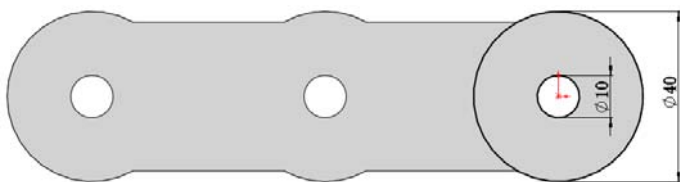

图 13-76 绘制草图 2
(4) 绘制草图 2。在左侧的“FeatureManager 设计树”中用鼠标选择“前视基准面”作为绘制图形的基准面。单击“草图”工具栏中的 (圆) 按钮, 绘制并标注草图如图 13-76 所示。